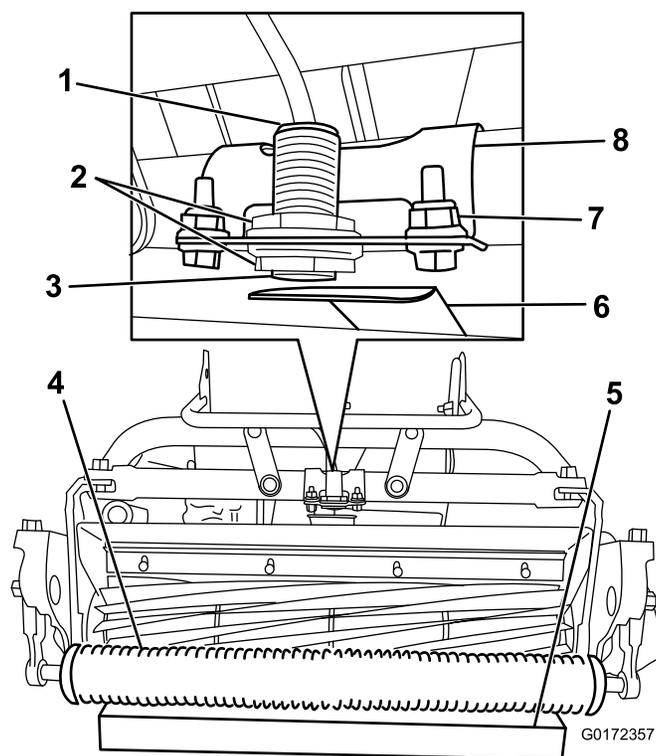

Figura 14
4. Coloque um calço de 3,8 cm por debaixo do rolo da unidade de corte frontal (Figura 14).
5. Remova os dispositivos de fixação que fixam os suporte do sensor à estrutura (Figura 14).
8. Rode o suporte do sensor na direcção da placa alvo até que a luz na parte superior do sensor acenda (Figura 14). Se já estiver aceso, rode-o afastando-o da placa alvo até que apague e, então, inverta a direcção até que acenda novamente.
2. Desaperte as porcas de bloqueio no sensor e ajuste o sensor de forma a que seja visível uma rosca após a porca de bloqueio inferior (Figura 14).